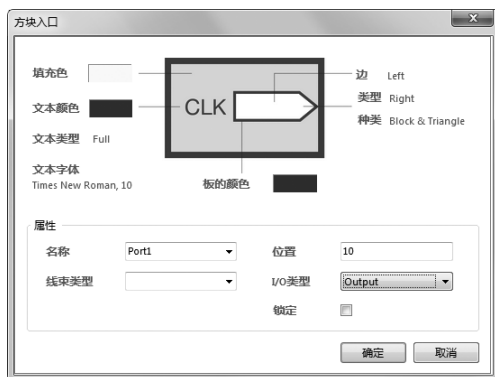

图 5-7 “方块入口”对话框
(10) 移动光标到原理图符号内部, 选择放置电路端口的位罝, 单击鼠标, 会出现一个随光标移动的电路端口, 但只其能在原理图符号内部的边框上移动, 在适当的位置再次单击即可完成电路端口的放置。此时, 光标仍处于放置电路端口的状态, 继续放置其他的电路端口。右键单击鼠标或者按〈Esc〉键即可退出操作。
(11) 设置电路端口的属性。根据层次电路图的设计要求, 在顶层原理图中, 每一个原理图符号上的所有电路端口都应该与其所代表的子原理图上的一个电路输入、输出端口相对应, 包括端口名称及接口形式等。因此, 需要对电路端口的属性加以设置。双击需要设置属性的电路端口或在绘制状态时按〈Tab〉键, 系统将弹出相应的“方块入口”对话框, 如图 5-7 所示。电路端口属性的主要参数含义如下。